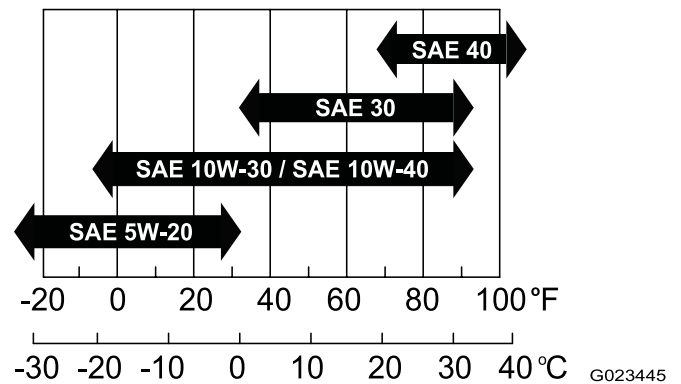

Figura 38
- **Viscosidade:** SAE 30; consulte a tabela seguinte para outras viscosidades (Figura 38):